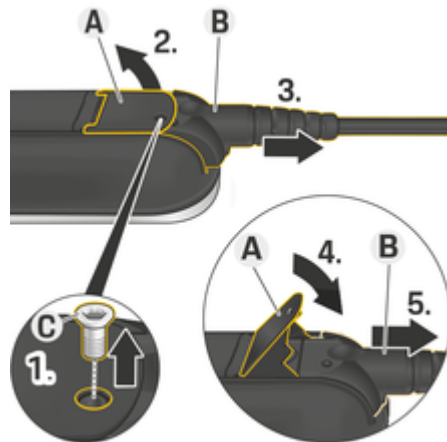

Fig. 8: Débranchement du câble
1. Desserrez la vis **C** (Fig. 8) à l'aide d'un outil approprié.
2. Levez le levier **A** (Fig. 8).
3. Sortez le connecteur **B** (Fig. 8) jusqu'au premier point de résistance.